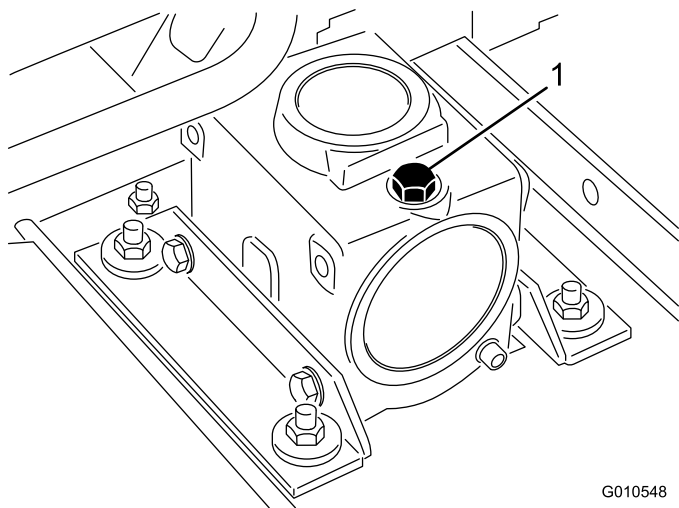

図 23
2. マシンとカッティングユニットを平らな場所に駐車させ、カッティングユニットを降下させる。ギア・ボックスの上部についているディップスティック兼給油プラグ（図 23）を取り、オイルの量が、ディップスティックについている2本のマークの間にあることを確認する。油量が少なければ、SAE 80-90 wt. ギア用潤滑油を 2 本のマークの中間まで補給する。容量は 283 ml です。